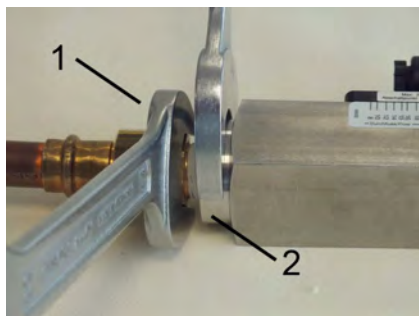

Abb. 13: Gerät einschrauben
3. ➤ Übergangverschraubung (Abb. 13/1) unter Gegenhalten der Verschraubung (Abb. 13/2) des Gerätes weiter eindrehen, bis die Verbindung dicht ist